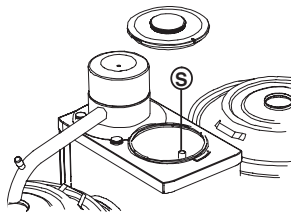

Abb. 22 Überlaufrohr für das Heißwassersystem
- Lassen Sie das letzte befindliche Wasser im Heißwassersystem über das Überlaufrohr ablaufen. Ziehen Sie zu diesem Zweck das Überlaufrohr (S.), das sich im Heißwasserkessel befindet, an dem Schlauch nach oben (Abb.22).
- Lassen Sie das letzte befindliche Wasser über das Überlaufrohr herauslaufen. Ziehen Sie dazu das Überlaufrohr (S.) nach oben (Abb.22).